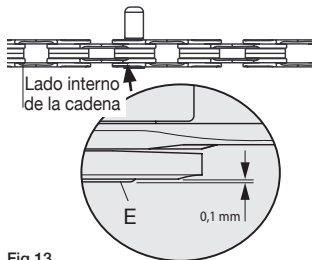

Fig.13
Para no arruinar irremediablemente la cadena, **NO ATORNILLAR** la herramienta más allá del tope. Dejar que el casquillo ULTRA-LINK 5-CN-SR700 (E) sobresalga 0,1 mm del lado interno de la cadena (Fig. 13).